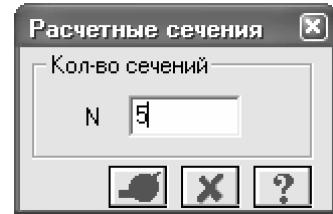

Рис.1.15. Диалоговое окно Расчетные сечения
- С помощью меню **Схема** ⇒ **Расчетные сечения стержней** (кнопка на панели инструментов) вызовите диалоговое окно **Расчетные сечения** (рис.1.15).